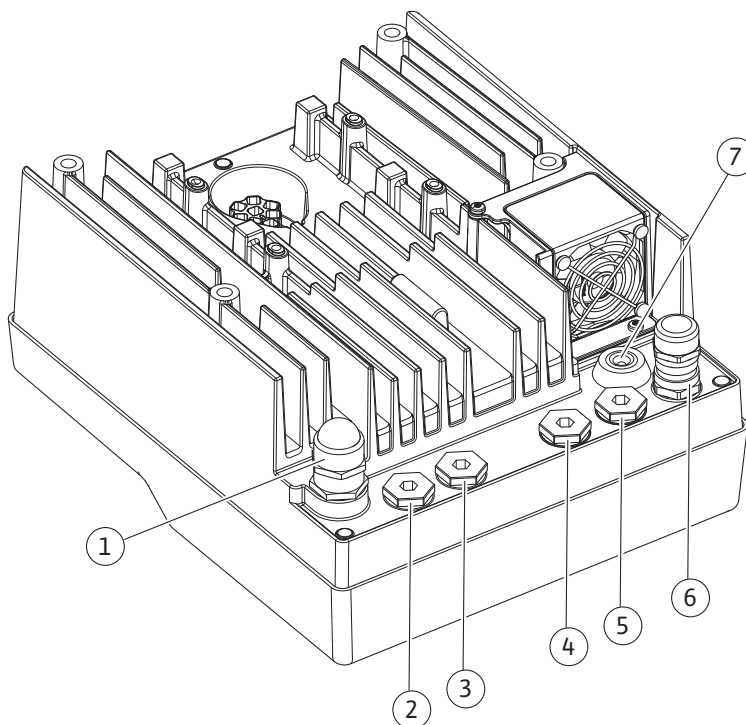

Fig. 10: Kabelske uvodnice/kabelski priključki
- CIF-modul na avtomatiki zgradbe (komunikacija po vodilu): Plašč se s kabelskim skoznjikom priključi na elektronski modul (Fig. 10).
4. Priključni kabel speljite skozi kabelsko uvodnico M25 (Fig. 10, poz. 1). Kabelsko uvodnico privijte s predvidenim navorom.